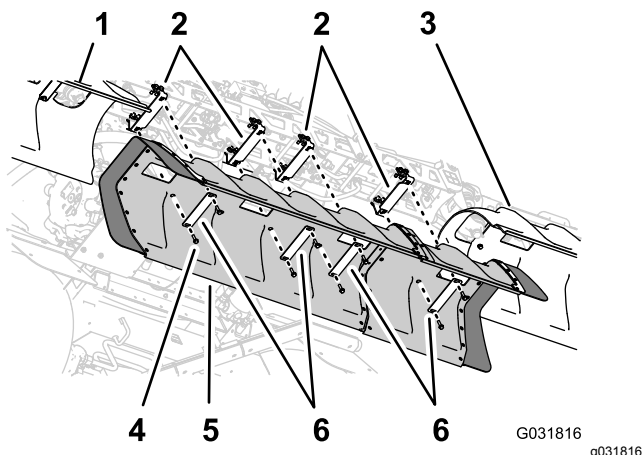

Рисунок 152
- Совместите отверстия в кожухе средней секции с отверстиями в опорных кронштейнах для кожуха средней секции (Рисунок 152).
- Совместите отверстия в двух хомутах кожуха, снятых при выполнении пункта 1 раздела 6 **Демонтаж кожуха средней секции (с 11 соплами) дополнительного комплекта закрытой стрелы (страница 17)**, со шлангом в кожухе и двумя опорными кронштейнами (Рисунок 152).
- Совместите отверстия в 2 хомутах кожуха (номер 120-0629 по каталогу Toro) с 4 оставшимися отверстиями в кожухе и 4 оставшимися отверстиями в опорных кронштейнах (Рисунок 152).
- Установите хомуты кожуха и кожух на опорные кронштейны (Рисунок 152) при помощи 4 болтов с фланцевыми головками